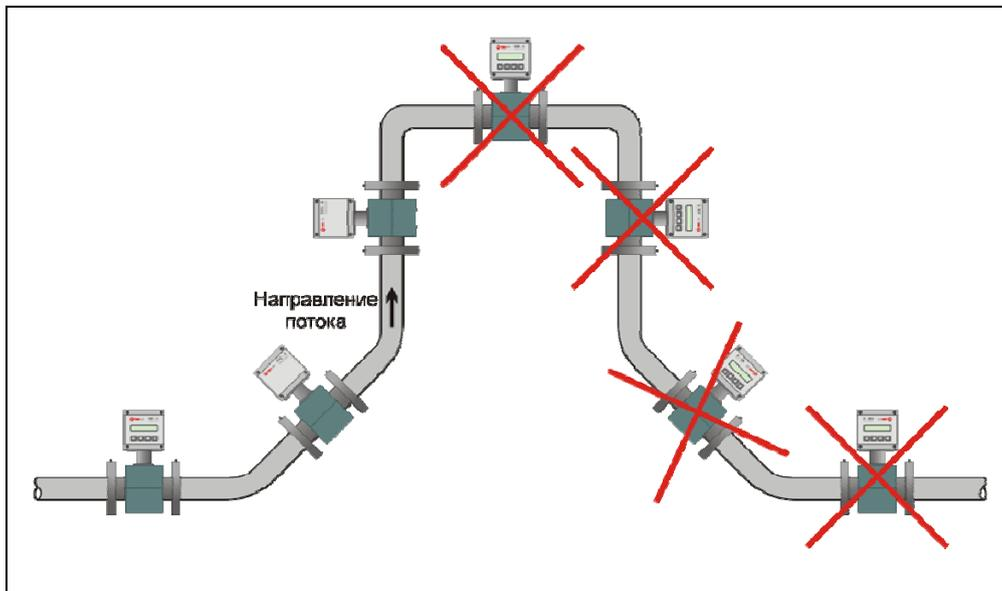
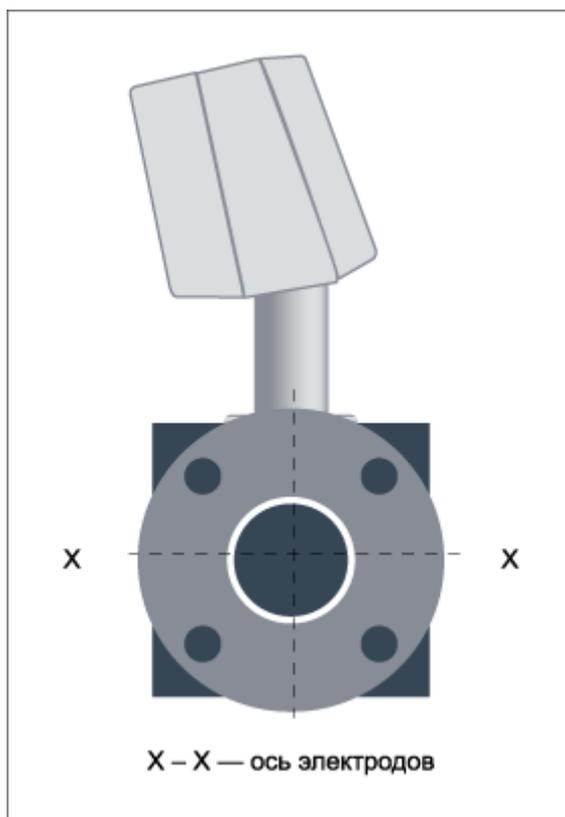

Рисунок 3 — Варианты установки первичного преобразователя (датчика) расхода
Рисунок 4— Ориентация первичного преобразователя (датчика) расхода относительно продольной оси
- датчики расхода ПРЭ следует монтировать на трубопровод: горизонтальный, вертикальный или наклонный (но только на восходящем участке) при условии, что весь объём трубы первичного преобразователя в рабочих условиях заполнен измеряемой средой (рисунок 3), а линия электродов первичного преобразователя горизонтальна (рисунок 4).